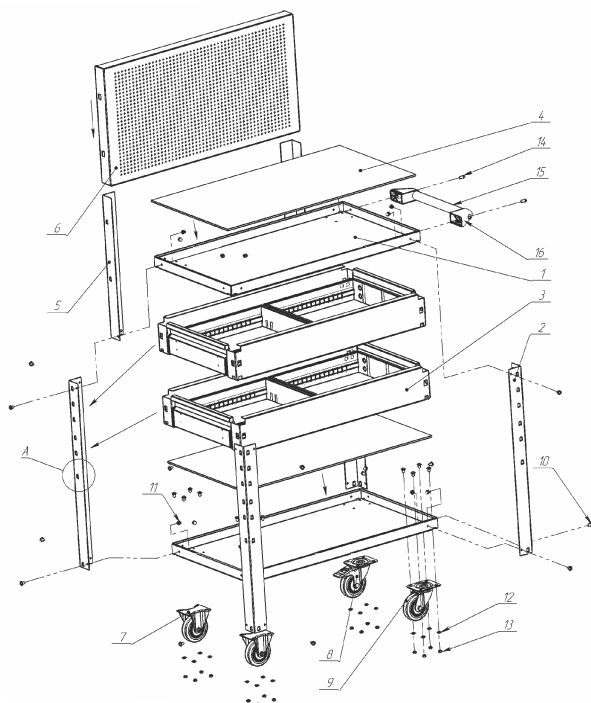

Рис. 1. Схема сборки тележки
- 3.3. На рис. 1 показана сборка арт. 02.224Р, остальные артикула собираются по той же схеме в соответствии с таблицей комплектности (в арт. 02.230, 02.232, 02.230Р, 02.232Р входит 3 полки поз. 1, 3-я полка устанавливается на клипсы участок-А).
- 3.5. Установите колеса поз. 7, 8, 9 (см. рис. 1) при помощи винтов поз. 10, шайб поз. 12 и гаек поз. 13.